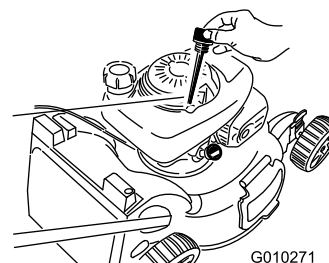

Figura 39
2. Retire la varilla (Figura 39).